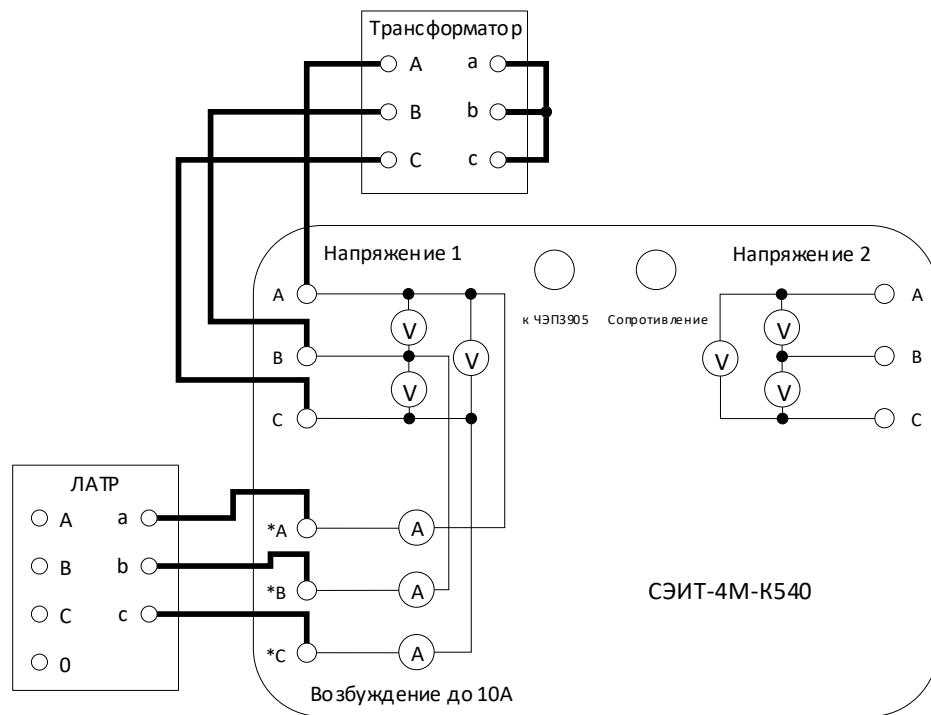

Рис. 18. Схема соединений для опыта КЗ
**5.4.1.** Для проведения опыта короткого замыкания необходимо собрать измерительную схему, представленную на рис. 18. Вводы обмотки НН испытуемого трансформатора соединяют накоротко, в вводы обмотки ВН подключают к клеммам ИВБ, как показано на рис. 18.